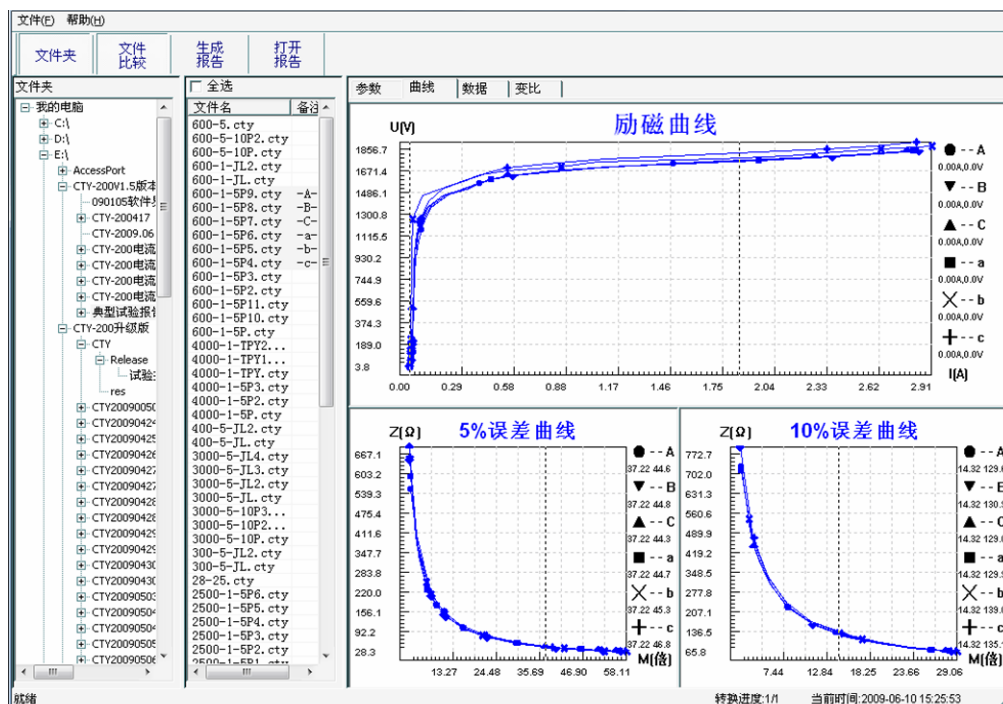

图 3.7 多个文件合并转换时曲线界面
- 1、选择文件：按下**文件比较**，用鼠标左键选择多个文件（鼠标右键取消选定），选定的文件会在备注栏中标注 A、B、C、a、b、c 字母，并在**曲线页**中显示多条曲线进行比较，如图 3.7。